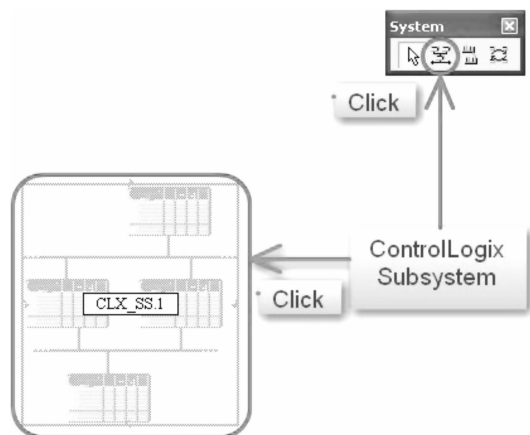

图 26-12 子系统图标
2. 单击“系统”（System）工具栏中的“ControlLogix 子系统”（ControlLogix Subsystem）按钮，然后将光标移动到“系统视图”（System View）窗口中，并单击鼠标左键。将会在单击的位置出现 CompactLogix 子系统图标（见图 26-12）。如果愿意，可以将子系统图标拖动到系统视图中的其他位置。